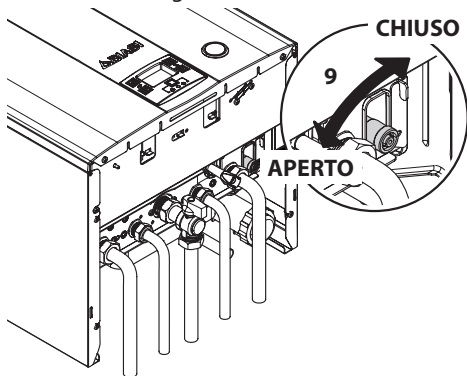

Figura 9.4
- Allentare il rubinetto di svuotamento caldaia 9 indicato in Figura 9.4.